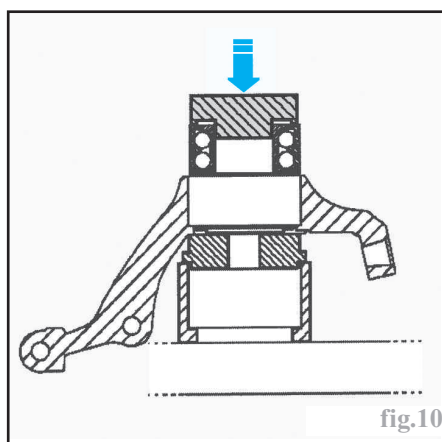

fig.10
- engager le roulement en prenant appui sur sa bague extérieure avec un mandrin de 77 mm de diamètre extérieur et de 70mm de diamètre intérieur (fig.10),